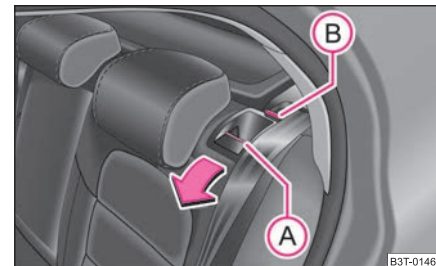

Fig. 68 Desbloquear el respaldo de asiento trasero
- Presionando el asidero de desbloqueo (A) ⇒ fig. 68 desbloquea el respaldo y lo abate completamente hacia delante. ▶
- Cerciérese de que la espiga roja (B) está cubierta ⇒ página 77, fig. 68.